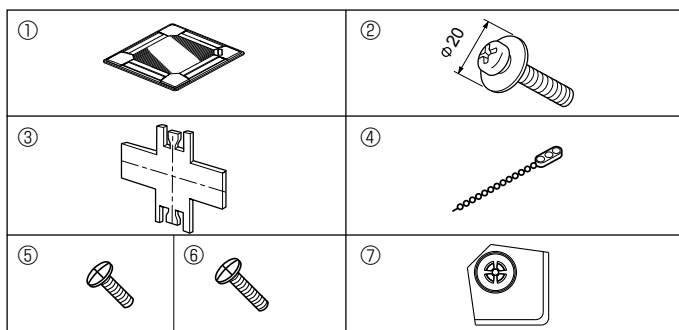

Fig. 5-1
5.1. De inhoud controleren (Fig. 5-1)